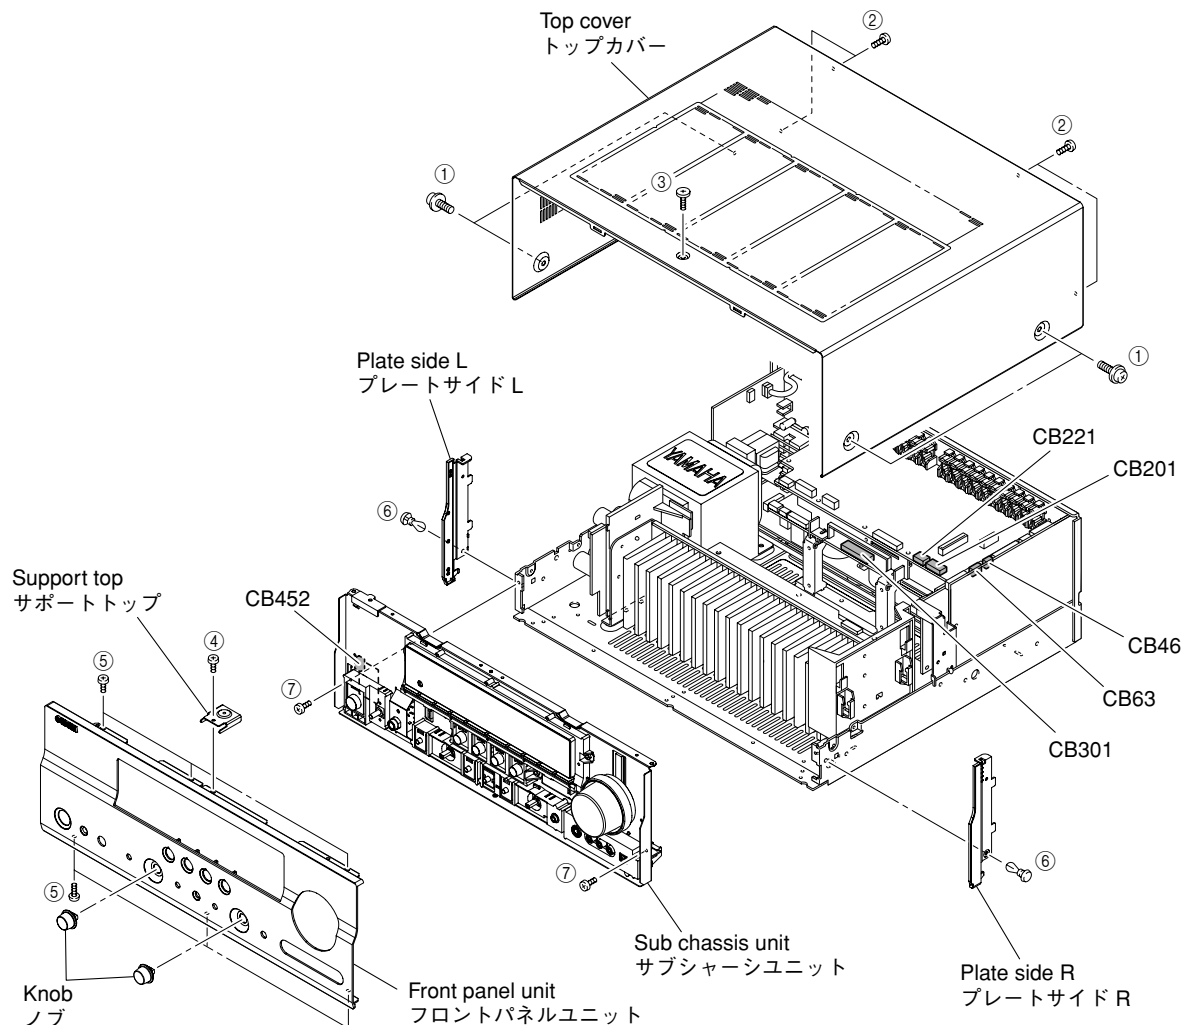

Fig. 1
- Remove 4 screws (①), 4 screws (②) and screw (③). (Fig. 1)
- Slide the top cover rearward to remove it. (Fig. 1)
- Remove 2 knobs. (Fig. 1)
- Remove screw (④) and then remove the support top. (Fig. 1)
- Remove 6 screws (⑤). (Fig. 1)
- Remove the front panel unit. (Fig. 1)
- Remove 2 push rivets (⑥). (Fig. 1)
- Remove the plate side L/R. (Fig. 1)
- Remove 2 screws (⑦). (Fig. 1)
- Remove CB46, CB63, CB201, CB221, CB301 and CB452. (Fig. 1)
- Remove the sub chassis unit. (Fig. 1)
- ①のネジ4本、②のネジ4本、③のネジ1本を外します。(Fig. 1)
- トップカバーを後方へスライドさせ、取り外します。(Fig. 1)
- ノブを2個取り外します。(Fig. 1)
- ④のネジ1本を外し、サポートトップを取り外します。(Fig. 1)
- ⑤のネジ6本を外します。(Fig. 1)
- フロントパネルユニットを取り外します。(Fig. 1)
- ⑥のプッシュリベット2本を外します。(Fig. 1)
- プレートサイドL/Rを取り外します。(Fig. 1)
- ⑦のネジ2本を外します。(Fig. 1)
- CB46、CB63、CB201、CB221、CB301、CB452を外します。(Fig. 1)
- サブシャーシユニットを取り外します。(Fig. 1)